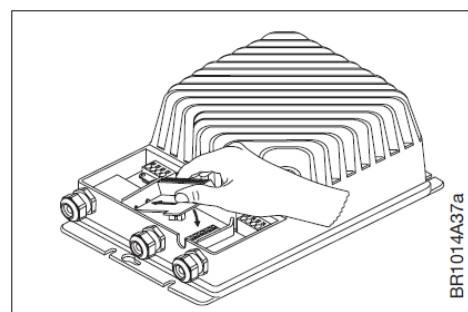

Abb. 9-2
- Siehe Abb. 9-2, 9-5 und 9-6 für Details bezüglich Montage in NI-DV der Leistungsgröße 4,0 kW...15,0 kW. Der Dreipunkthalter befindet sich links (siehe Abb. 9-2).